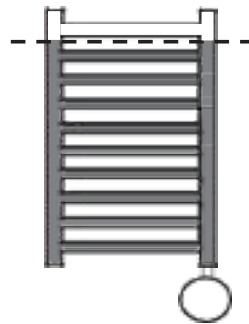

FIG. 4
- 6) Volte a colocar o toalheiro radiador novamente na posição vertical e verifique o nível de líquido no interior (fig. 4).